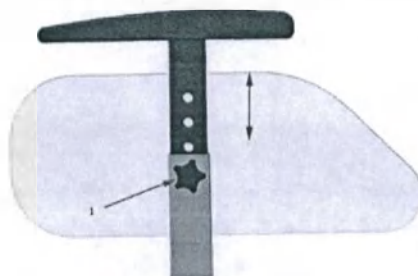

Рис.1.12
5.5 Кресла оснащены съёмными подлокотниками, имеющими мягкие накладки на поручнях. Для снятия подлокотника, разожмите барашек (поз.1, рис.1.12) и поднимите подлокотника вверх. Подлокотники регулируются по высоте по отверстиям.